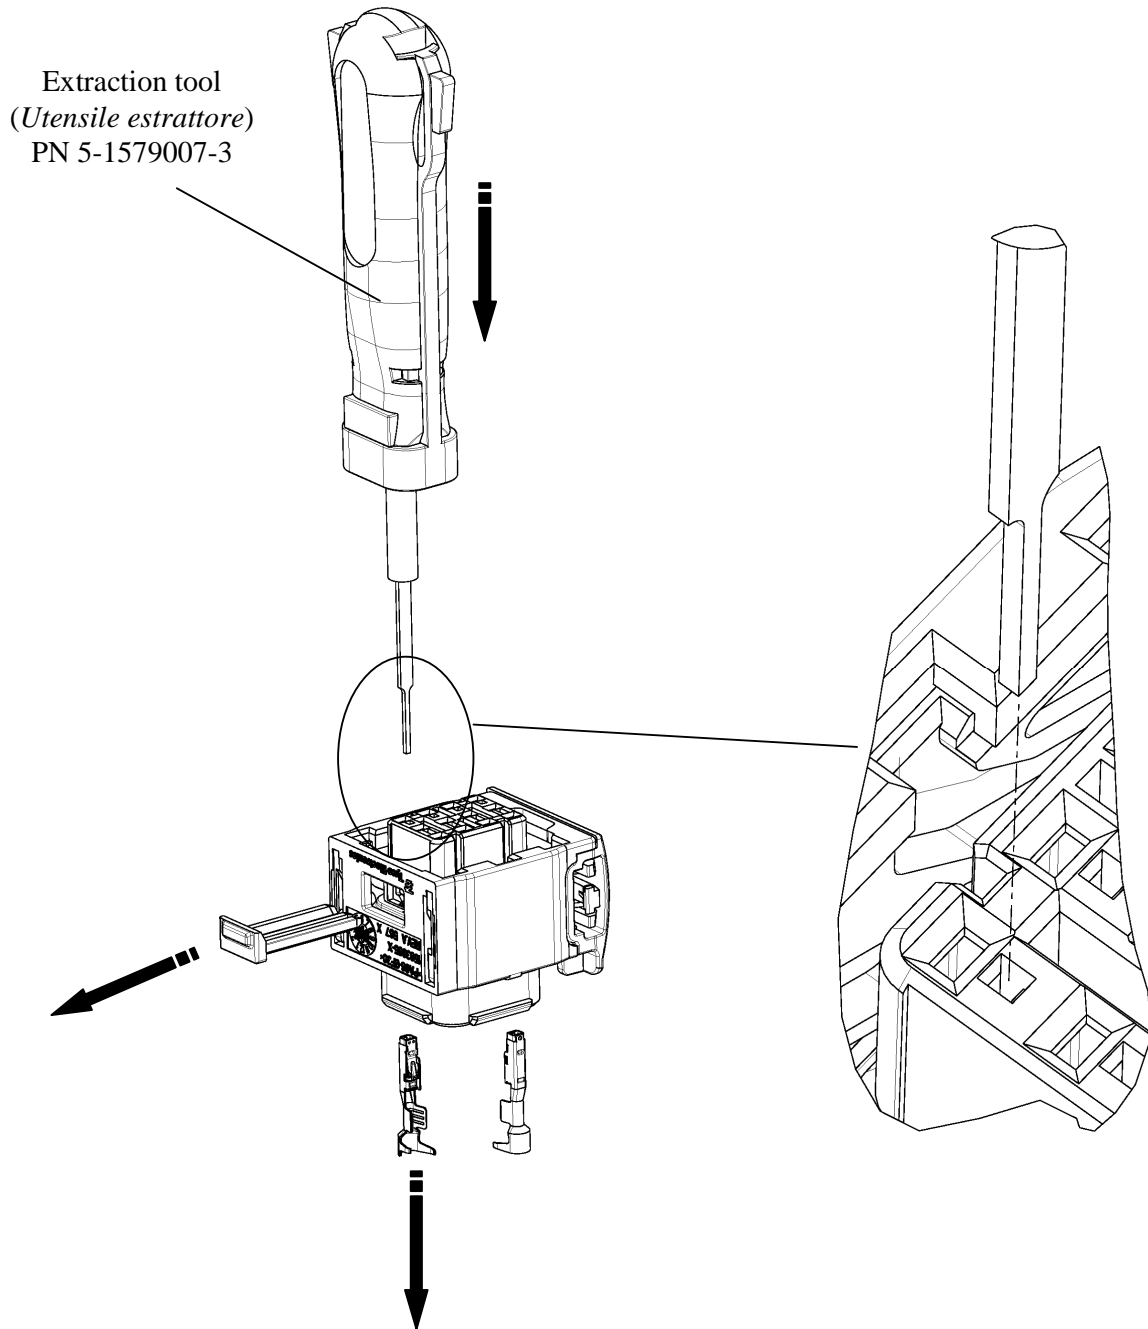

Fig.2
- 3) pull out the contact (see fig. 2).
- 3) estrarre il contatto (vedi fig. 2).